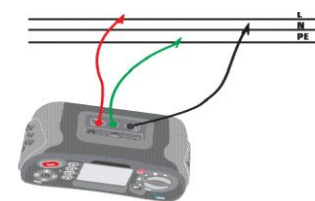

Figure 12 Connexion des cordons de test d'impédance de ligne L-N
- Connectez les cordons de test comme illustré à la figure 12